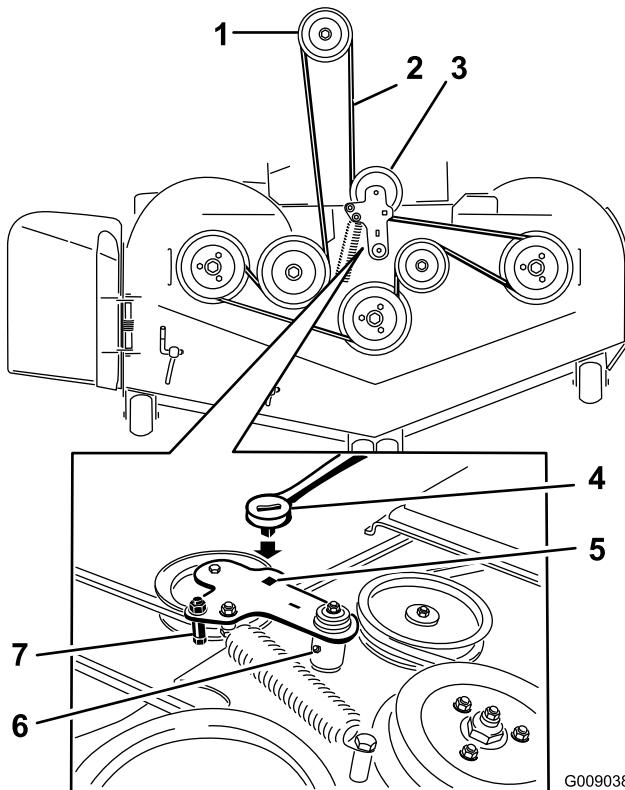

Figura 96
7. Ruotate il tendicinghia del piatto di carico in senso orario e togliete la cinghia del tosaerba (Figura 96).
6. Sollevate la bacinella e inserite il cricchetto nel foro quadrato del tendicinghia del piatto di taglio (Figura 96).